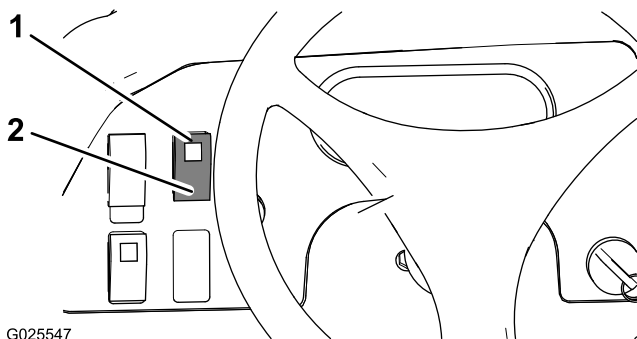

図 34
- デフロックスイッチを上位置にセットとデファレンシャルがロックされる 図 34。
- デフロックスイッチを上位置にセットとデファレンシャルが解除される 図 34。